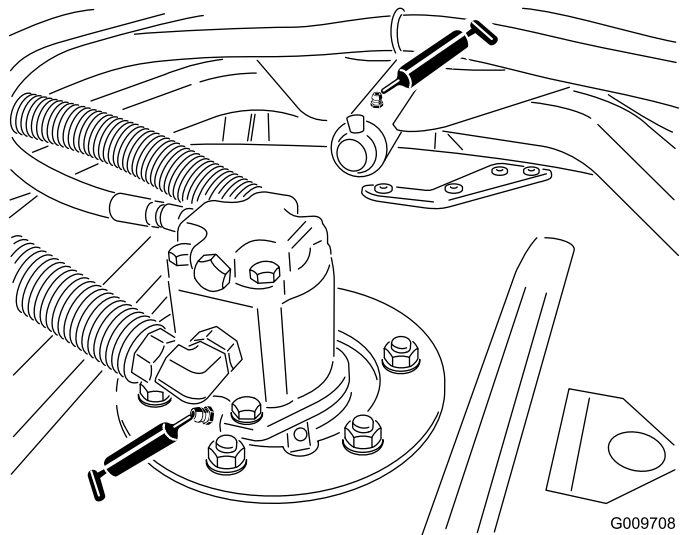

Рисунок 47
- Подшипники шпинделя режущего блока (по 2 шт. на каждый режущий блок), как показано на Рисунок 47
- Втулки несущего рычага режущего блока (по 1 шт. на каждом режущем блоке), как показано на Рисунок 47